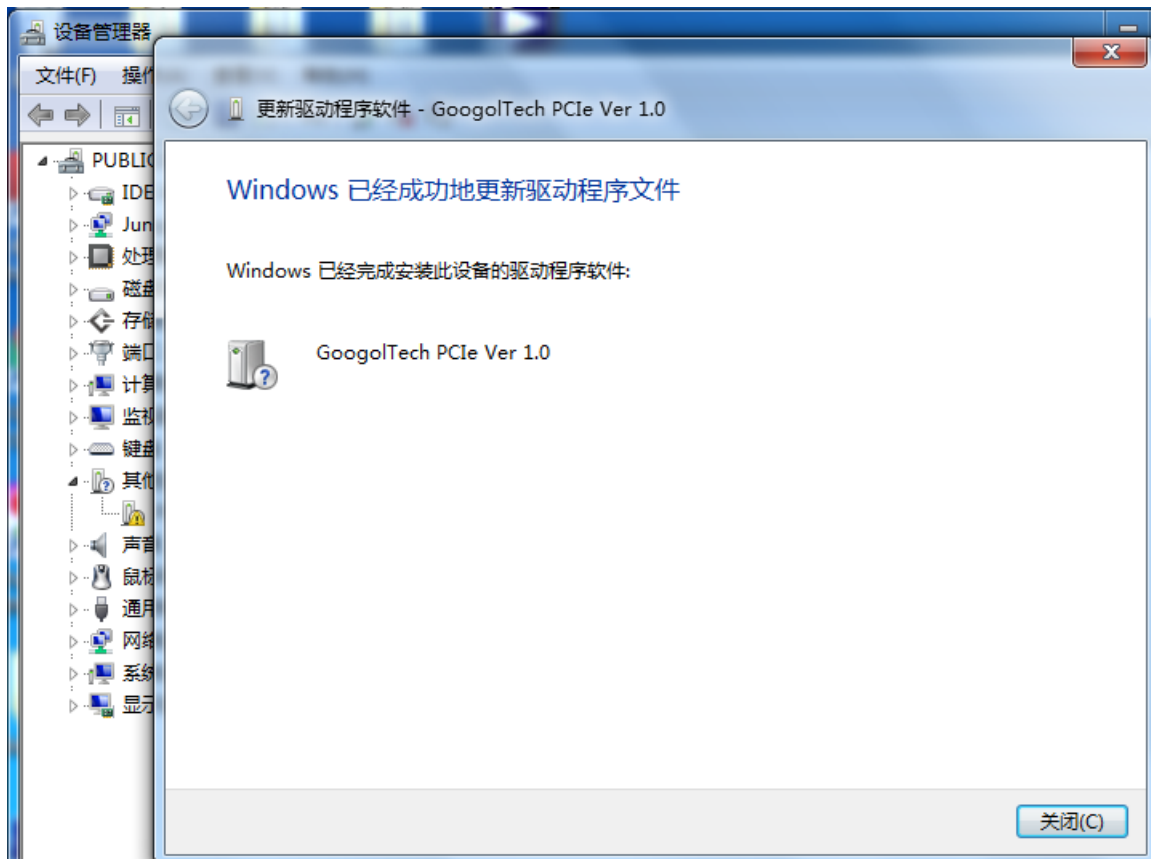
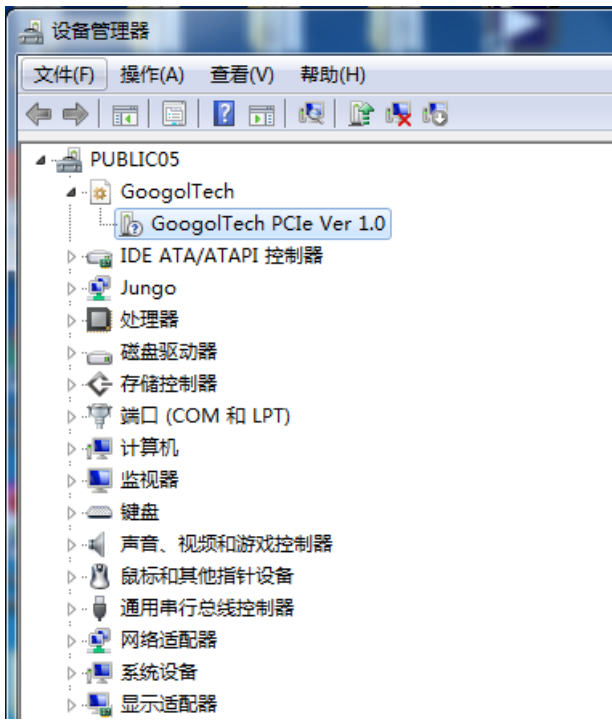

图 2-16 运动控制卡驱动程序安装界面 6
图 2-17 运动控制卡驱动程序安装界面 7
- (6) 驱动安装成功后，弹出如图2-16所示的提示界面，点击【关闭】按钮，在设备管理其中GoogolTech分支下显示GoogolTech PCIe Ver 1.0，如图2-17所示，说明驱动程序已经安装成功。**注意：根据电脑操作系统选择安装相应的驱动程序。**